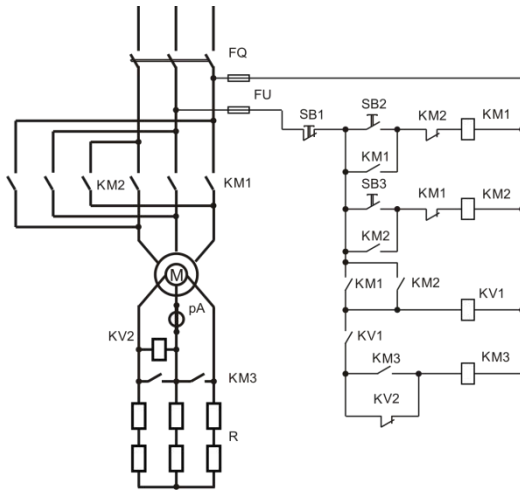

Рис. 4
4. Определить состав схемы (рис. 4), найти элементы схемы на щите. Составить таблицу замыканий контроллера. Собрать схему управления, проверить работу. Собрать силовую схему, проверить работу двигателя в процессе пуска, настроить правильный пуск. Продемонстрировать работу.